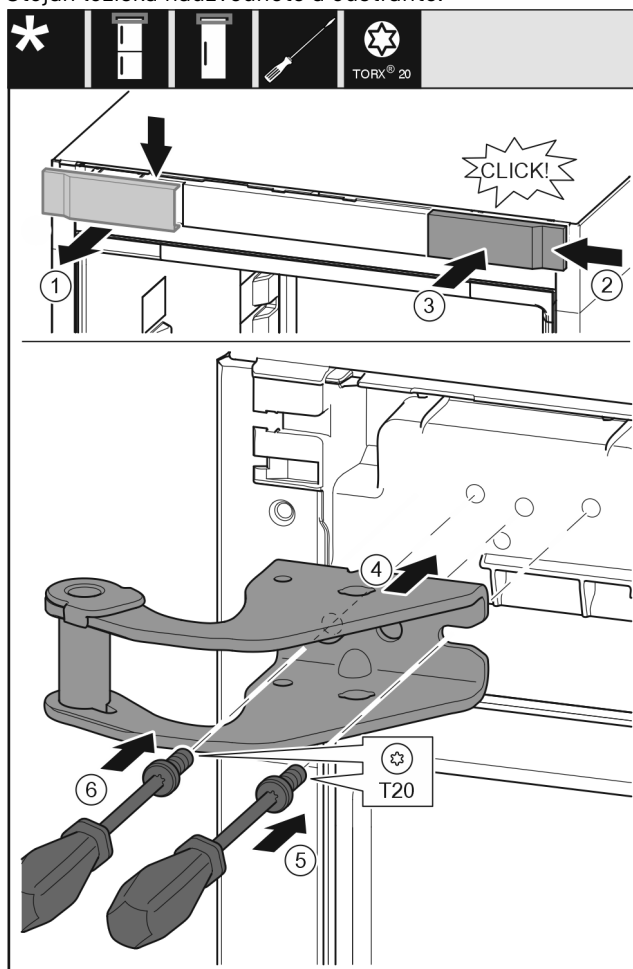

Fig. 11
- ▶ Odeberte kryt shora dopředu. Fig. 11 (1)
- ▶ Kryt otočený o 180° zavěste na druhé straně zprava. Fig. 11 (2)
- ▶ Zaklapněte kryt. Fig. 11 (3)
- ▶ Nasadte horní stojan ložiska. Fig. 11 (4)
- ▶ Šroubovákem T20 nasadte šroub a utáhněte. Fig. 11 (5)
- ▶ Šroubovákem T20 vložte šroub a utáhněte. Fig. 11 (6)